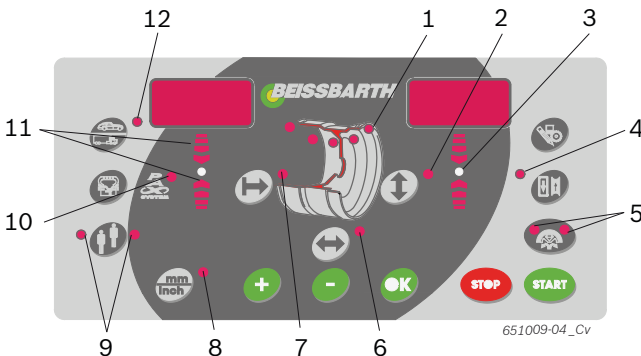

Fig. 4: LEDs auf Bedienfeld/Anzeigefeld
➔ Über die LEDs (Fig. 4, Pos. 1) werden die Positionen der Auswuchtebenen für jedes Auswuchtprogramm angezeigt.
Bei einem gewählten PAX-Auswuchtprogramm leuchtet zusätzlich die LED Pax (Fig. 4, Pos. 10).
2. Ermittelten Felgenabstand über <-> oder <+> Taste für Felgenabstand (Fig. 4, Pos. 7) wählen.
4. Ermittelte Felgenbreite über <-> oder <+> Taste für Felgenbreite (Fig. 4, Pos. 6) wählen.
6. Ermittelten Felgendurchmesser über <-> oder <+> Taste für Felgendurchmesser (Fig. 4, Pos. 2) wählen.
- ⇒ Beide LEDs der <SPLIT>-Taste (Fig. 4, Pos. 5) leuchten.
- ⇒ Sobald die Position zur Befestigung des Auswuchtgewichts erreicht ist, leuchtet die LED (Fig.4, Pos. 3). Ein Signalton bestätigt die korrekte Position (hinter einer Speiche).